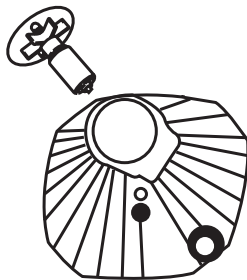

Fig 5
8. Vuelva a girar las llaves a la posición de encendido (ON).
9. Ahora el filtro del cartucho está listo para conectarse. Fig 5
16. Después quita la cubierta del impulsor y saque el impulsor. Fig 5.